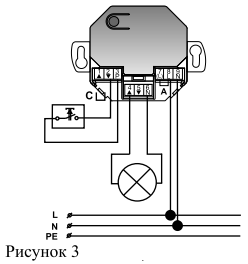

Рисунок 3
- Установить переключку между контактами 1 и 2 (рис. 3, переключка С).
- Снять переключку между контактами 1 и 2 (рис. 3, переключка С).
Лампы накаливания 230В с максимальной мощностью 220Вт можно подключить непосредственно к Intro II 8513 UPM (см. рисунок 3). При этом необходимо:
- подключить лампу накаливания к устройству (см. рис. 3)